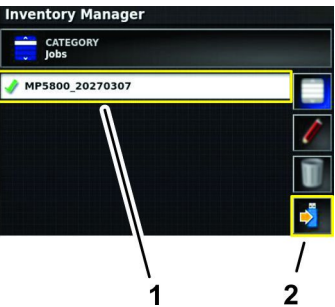

图 90
- 7. 在库存处理器屏幕上按想要传输到另一台机器上的作业信息的图标图 90。
- 8. 按“保存选定项目”图标图 90。